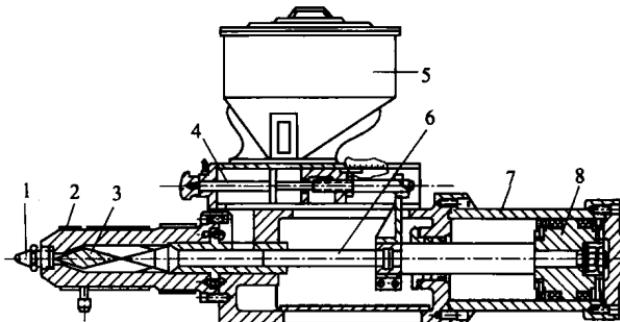

图 1-3 柱塞式注塑机示意
(2) 按塑料的塑化和注射方式分类
① 柱塞式注塑机 柱塞式注塑机是用柱塞依次把落入料筒中的塑料推向料筒前端塑化空腔内。塑料在空腔内依靠料筒外围的加热器提供热量，塑化成为熔融状态，然后，通过柱塞快速前移，把熔融料注射到模具腔内冷却成型。图 1-3 为柱塞式注塑机示意。